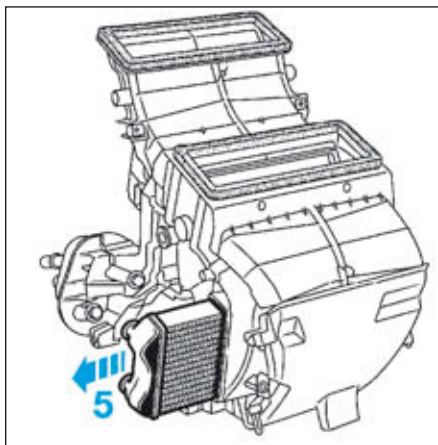

FIG.28
- Déposer le radiateur de chauffage (5) (Fig.28).